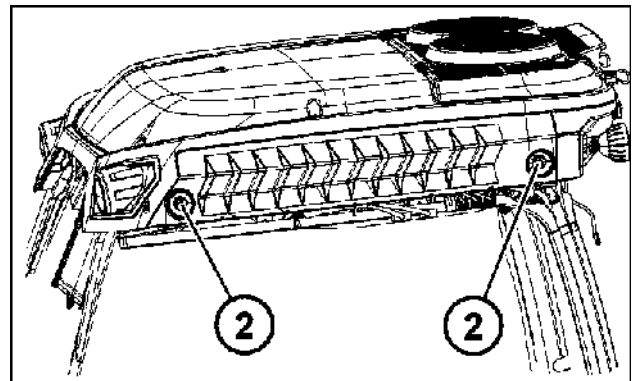

Рис. 7-100
3. Отсоедините фиксаторы фильтра (3 — рис. 7-100).
4. Извлеките фильтр из корпуса (1 — рис. 7-100).